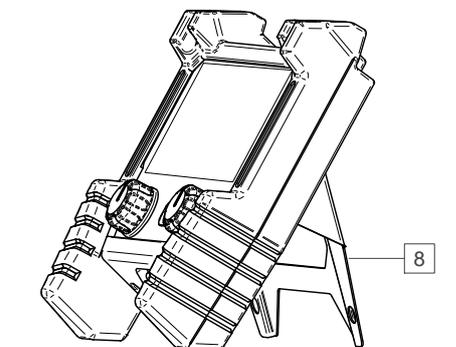

Рисунок 3
- Подставка [8] поддерживает устройство при его установке на ровную поверхность, напр., сварочный стол (Рис. 3)